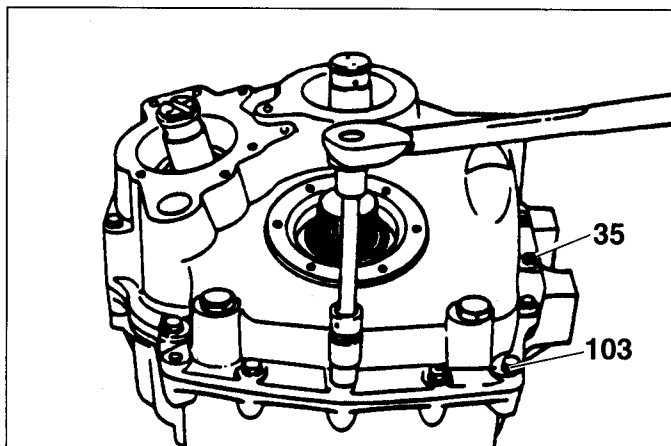

Fig. 42
- 2) Spalmare sulle superfici da accoppiare LOCTITE 518 o 574 ed unire fra loro le semicarcaste. Serrare le viti (35) (103) di collegamento con coppia di 13 Nm (Fig. 42).
- 2) *Spread LOCTITE 518 or 574 on the surfaces to couple and join the half casing between them. Lock the connecting screws (35) (103) with torque of 13 Nm (Fig. 42).*